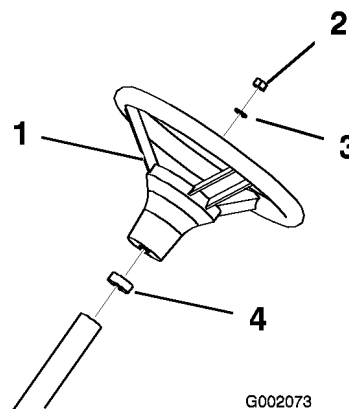

Figura 4
3. Fissate il volante al piantone usando il dado (Figura 4).